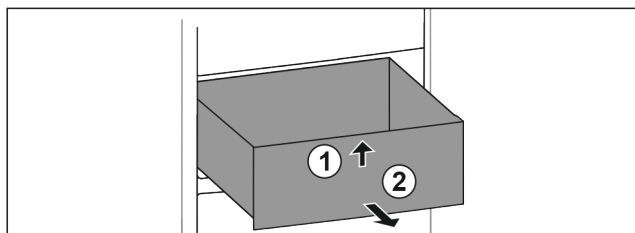

Fig. 97
- Løft skuffen foran. Fig. 97 (1)
- Ta ut skuffen framover. Fig. 97 (2)